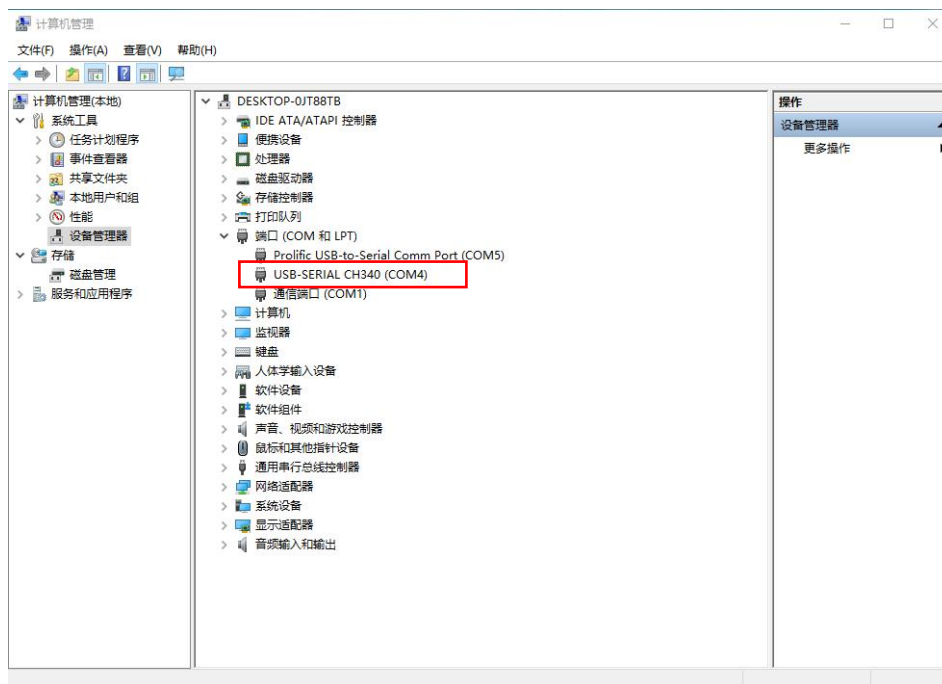

图 6.3
2、右键“此电脑”点管理，然后点开“设备管理器”再点开“端口”查看串口号，如图 6.3。